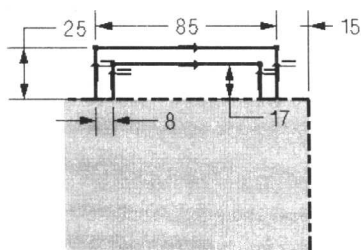

图 1.8 剖面草图
③ 绘制图 1.8 所示的剖面草图。
④ 单击 **完成草图** 按钮, 退出草图环境。
(3) 定义拉伸方向。单击“拉伸”对话框(二)中的 **反向** 按钮, 使当前的默认的拉伸方向相反(沿 ZC 轴的负方向)。
(4) 确定拉伸起始值和结束值。在“拉伸”对话框的 **起始** 文本框中输入值 0, 在 **结束** 文本框中输入值 15。
(5) 进行布尔操作。单击 **布尔** 按钮下的子按钮 **求和** (系统已默认布尔求和对象)。
(6) 单击 **确定** 按钮, 完成拉伸特征 2 的创建。